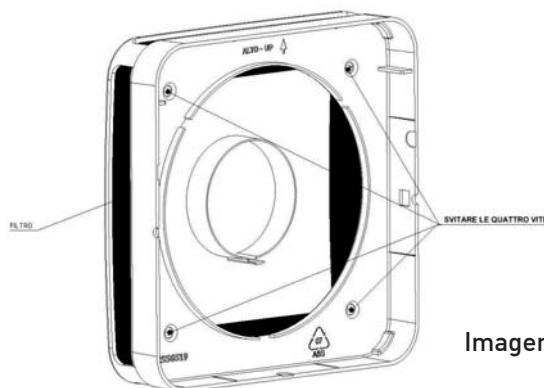

Imagen 15
1. Cambiar el filtro: tras haber interrumpido el circuito de alimentación, retire la cubierta y desatornille los cuatro tornillos según se muestra en la Imagen 15. Limpie el filtro periódicamente sumergiéndolo en agua fría.